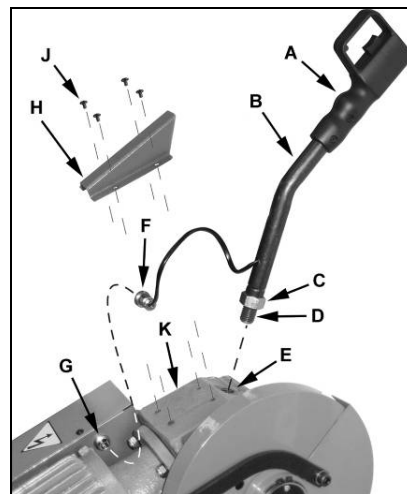

Fig 1
Schrauben Sie das Gewindeende (D, Fig 1) des Handgriffs (B) in die Gewindeöffnung (E).
Am Schaltgriff (A, Fig 1) kann die Maschine gestartet und gestoppt werden.